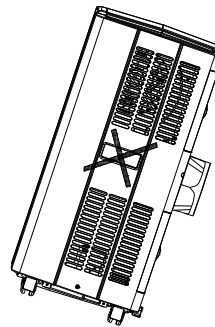

FIG. 1
- BENUTZEN SIE DIE KLIMAAANLAGE NUR IN DER AUFRECHTEN POSITION AUF EINEM GERADEN UNTERGRUND UND MINDESTENS 50 CM VON JEDLICHEN OBJEKTEN ENTFERNT (Fig 1 & 4).